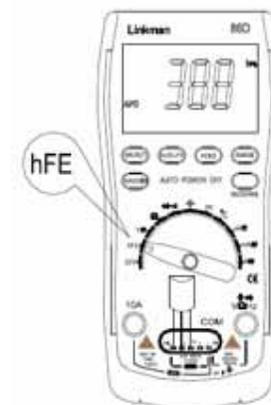

図 16-1
- レンジ切り替えスイッチを“ h_{FE} ”に合わせてください(図 16-1)。